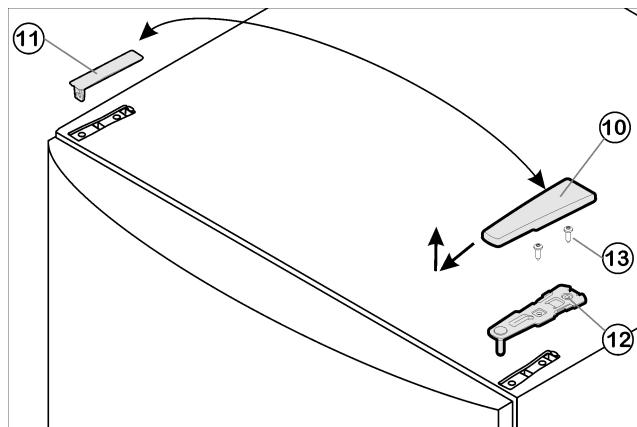

Fig. 4
- Потяните крышку Fig. 4 (10) вперед и вверх.
- Снимите крышку Fig. 4 (11).
- Открутите верхний опорный кронштейн Fig. 4 (12) (2 шт. Torx® 25) Fig. 4 (13) и вытяните вверх.
- ▶ Установите верхний опорный кронштейн *Fig. 4 (12)* на новой стороне шарнира и защелкните в дверце.
- ▶ Прикрутите верхний опорный кронштейн *Fig. 4 (12)* (**с моментом 4 Нм**) (2 шт.) *Torx® 25* *Fig. 4 (13)*. При необходимости проделайте отверстия или используйте аккумуляторную отвертку.
- ▶ Защёлкните крышки *Fig. 4 (10)* и *Fig. 4 (11)* на противоположной стороне.